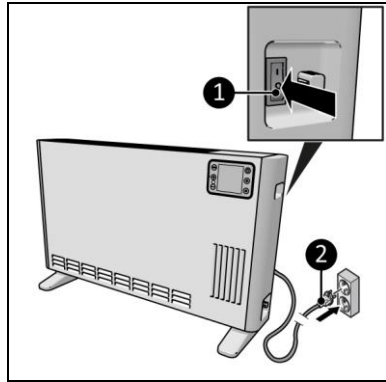

Abbildung 10
2. Stellen Sie sicher, dass sich der EIN/AUS-Schalter in der AUS-Position befindet (Abbildung 10, Pos. 1).
3. Stecken Sie den Netzstecker (Abbildung 10, Pos. 2) in eine leicht zugängliche geerdete Steckdose. Verwenden Sie eine geerdete Steckdose mit einer Mindestleistung von 2400 Watt.
1. Stellen Sie sicher, dass sich der EIN/AUS-Schalter in der AUS-Position befindet (Abbildung 10, Pos. 1).
2. Ziehen Sie den Netzstecker aus der Steckdose (Abbildung 10).